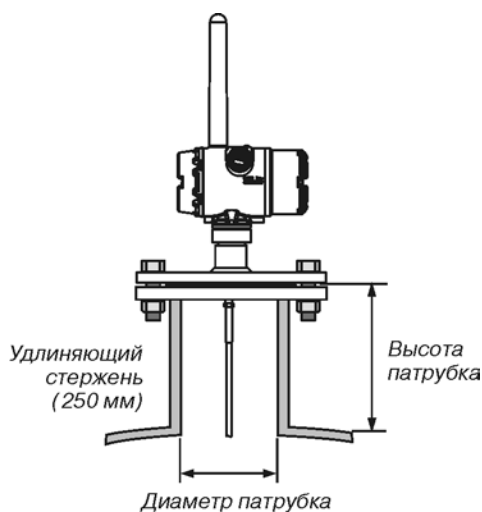

Рис.7.
- При установке зондов в узких патрубках рекомендуется использовать опцию LS (удлиняющий стержень) для предотвращения контакта зонда со стенками патрубка (рис.7).
- При возможности контакта зонда со стенкой, патрубком или другими объектами в резервуаре, рекомендуется руководствоваться рекомендациями по минимальному зазору (рис.7, 8).